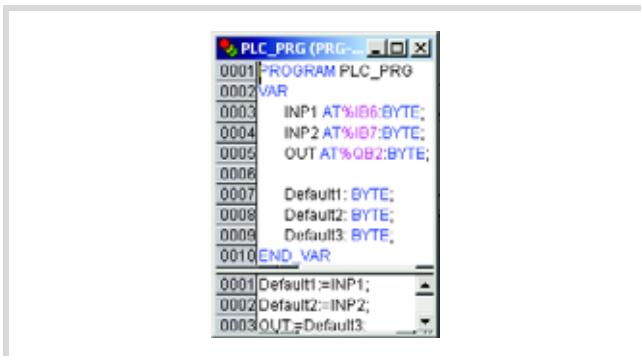

Abbildung 87: Anwenderprogramm für XC200
► Erstellen Sie das Programm nach Abbildung 87.